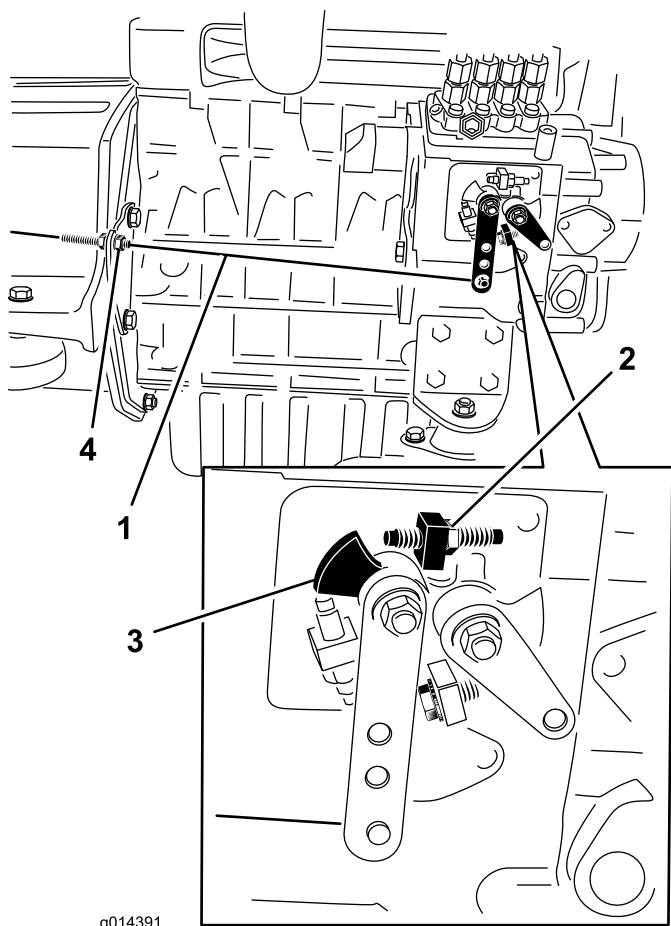

Figura 38
2. Verifique a posição da alavanca de controlo de velocidade na bomba de injeção de combustível do motor. A alavanca de controlo de velocidade deve estar em contacto com o parafuso de alta velocidade quando a alavanca de controlo do acelerador está na posição FAST (detenção) (Figura 38).
- Se necessário, a posição das porcas de bloqueio do cabo de controlo do acelerador podem ser ajustadas até que a alavanca de controlo da velocidade entre em contacto com o parafuso de alta velocidade quando a alavanca de controlo do acelerador estiver em FAST (detenção) (Figura 38). **Não ajuste o parafuso de afinação de altura na alavanca de controlo da velocidade.**